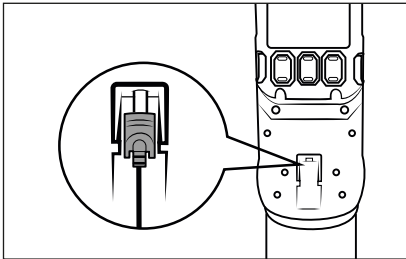

Abb. 8
- ▶ Der Staubsauger kann auch direkt über den Netzadapter **10** geladen werden. Entnehmen Sie dafür den Hohlstecker **11** durch eine leichte Drehung aus der Wandhalterung **13** und stecken Sie ihn in die Ladebuchse **3** am Gerät (siehe Abb. 8).